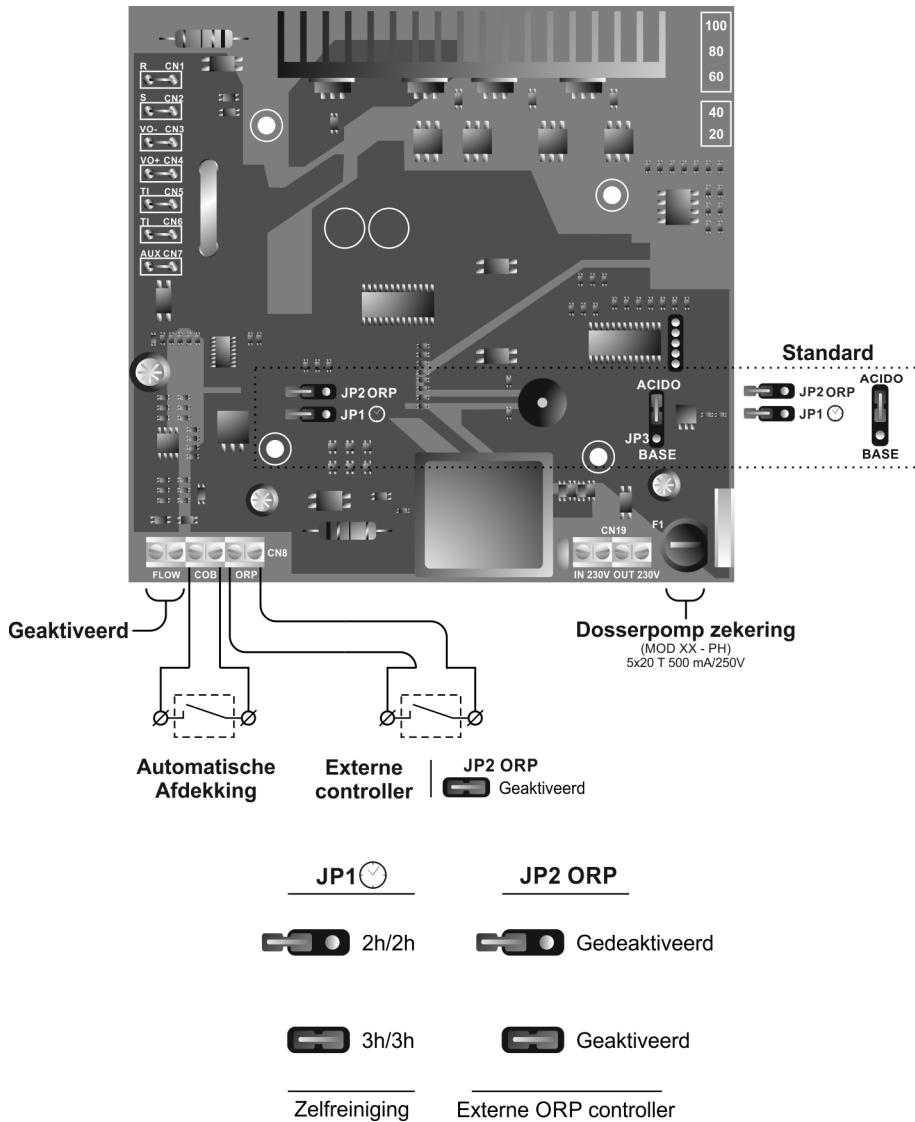

Fig. 11
- **Systeem voor ZELFREINIGING VAN ELEKTRODEN:** De inversiefrequentie kan worden geselecteerd door middel van de jumper "JP1" die zich op het bedieningspaneel van het systeem bevindt (Fig. 11). Deze configuratie zal efficiënt zijn wanneer het apparaat wordt afgekoppeld en opnieuw wordt aangekoppeld.